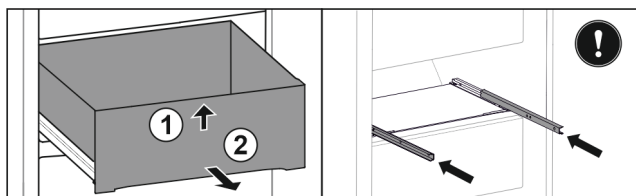

Fig. 42
- ▶ Поднимите выдвижной ящик спереди Fig. 42 (1).
- ▶ Извлеките движением вперед Fig. 42 (2).